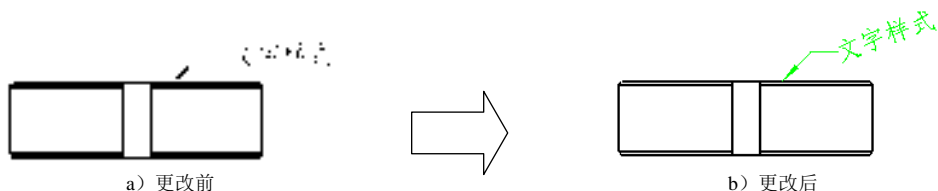

图 9.2.6 更改文本的旋转角度和颜色
- ☑ **角度与颜色**：设置注解文本的旋转角度和颜色，如图 9.2.6 所示。